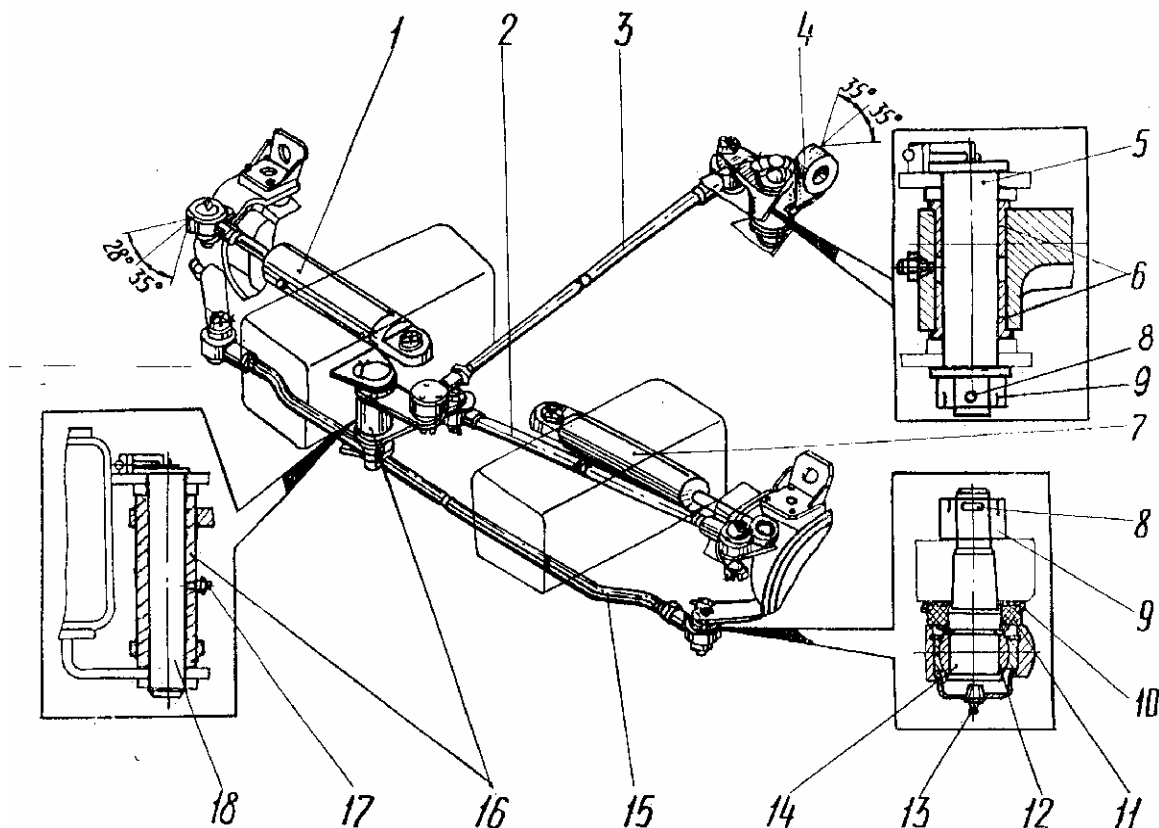

Рис. 23 Механизм управления поворотом колес
1.4. МЕХАНИЗМ УПРАВЛЕНИЯ ПОВОРОТОМ КОЛЕС (РИС. 23)